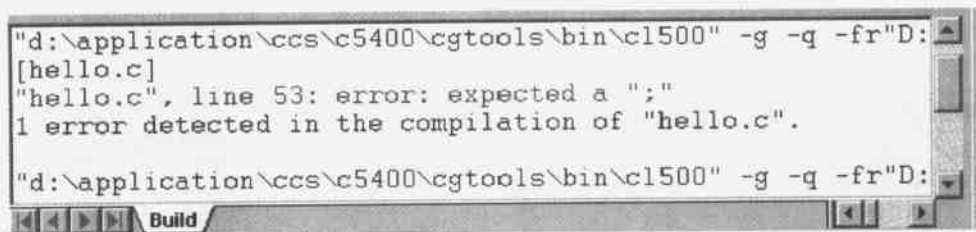

图 4.10 语法错误提示
(2) 单击 Compiler 标签, 在 Category 栏中选择 Preprocessor, 然后在右侧的 Define Symbols 栏中键入 FILEIO, 以定义 FILEIO 符号。
(3) 单击“确定”按钮, 保存设置结果。
(4) 对 hello.pjt 工程重新进行汇编、编译和链接。
(5) 这时, Output 窗口中将提示源代码中存在语法错误, 如图 4.10 所示。错误出现在第 53 行, 丢失了一个分号, 即